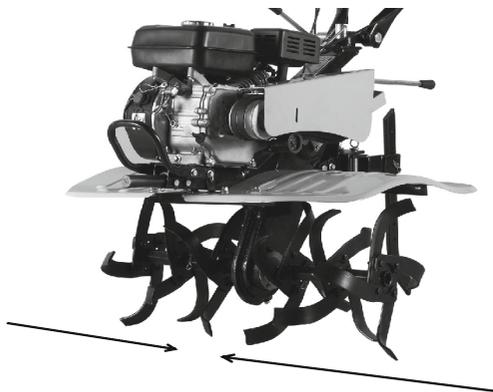

Рис. 2
1. Важно, чтобы острия фрез были направлены вперёд (рис. 2)